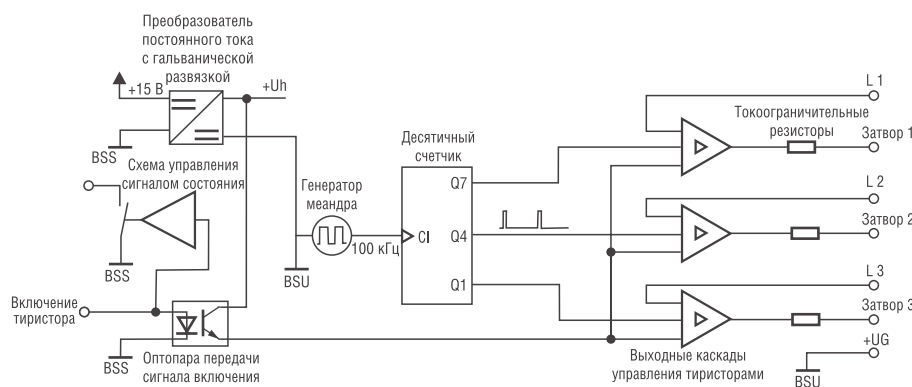

Рис. 2. Структурная схема драйвера SKN101
SKHIT01 состоит (рис. 2) из DC/DC-преобразователя с гальванической развязкой (1), оптопары для передачи сигнала включения тиристоров и непосредственно схемы управления включением тиристоров. Сигнал включения тиристоров подается на вывод ТНО. Состояние готовности драйвера к работе показывает выход ВВ с открытым коллектором.